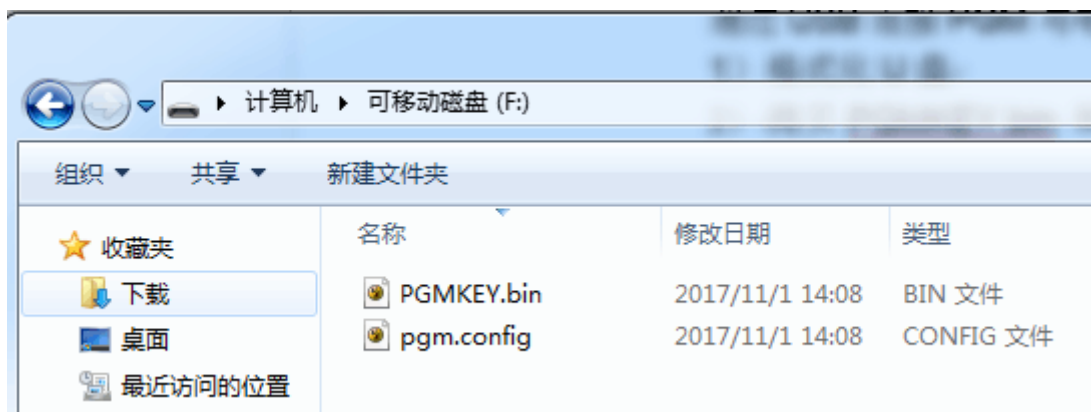
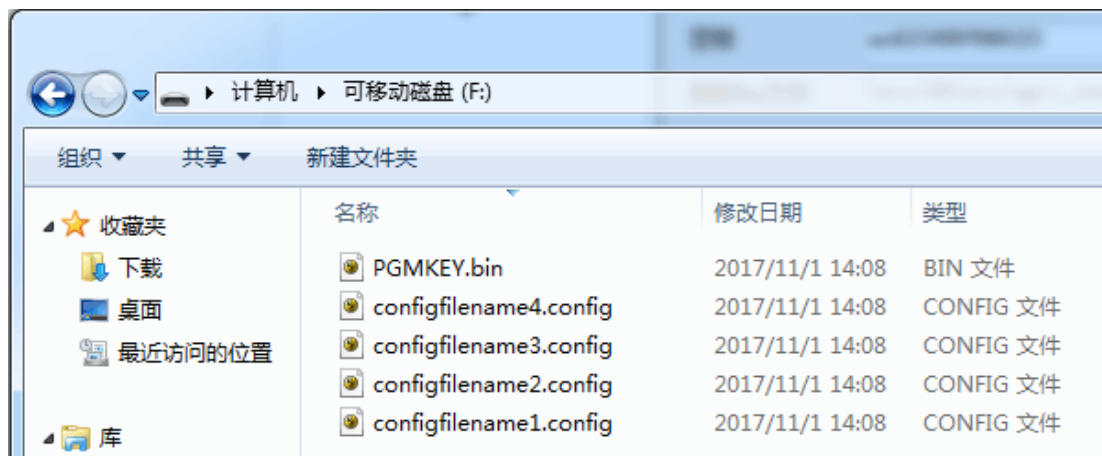

图 3-1 标准版拷贝文件
图 3-2 带屏版拷贝文件
2. 拷贝 PGMKEY.bin 和***.config 到 U 盘中，标准版编程器拷贝文件如图 3-1 所示。带屏版可拷贝多个配置文件到 U 盘中，如图 3-2 所示。